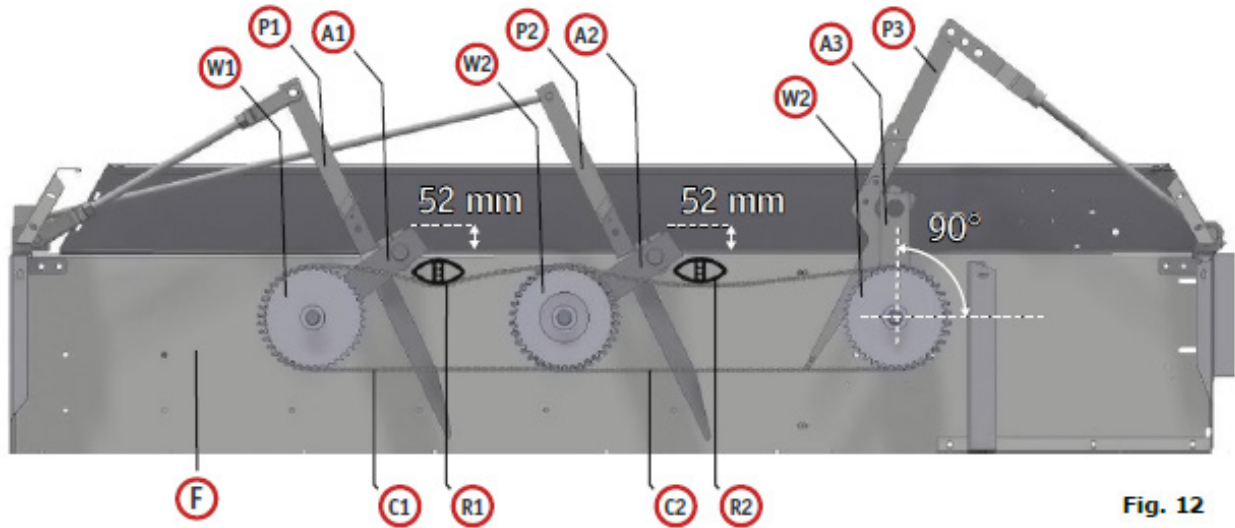

Fig. 12
2. Asegúrese de que las horquillas (P1), (P2) y (P3) y sus cigüeñales (A1), (A2) y (A3) están colocados como se muestra en la Fig. 12. Las horquillas serán sincronizadas de esta forma y se sincronizarán con el pistón.
3. Si las horquillas no se posicionan como se describió previamente, necesita liberar los tensores (R1) y (R2), quitar los eslabones (S) (Fig. 12bis) de los engranes (W1), (W2) y (W3), entonces gire los engranes (W1), (W2), y (W3) hasta que los cigüeñales (A1), (A2) y (A3) estén colocados como se muestra en la Fig. 12. Fije todos los engranes, ponga todas las cadenas C1) y (C2) y asegúrese de que el eslabón está ajustado apropiadamente como se muestra en la Fig. 12b. Entonces estire las cadenas usando los tensores y ajústelo desde el lado (F).
Fig. 12 bis